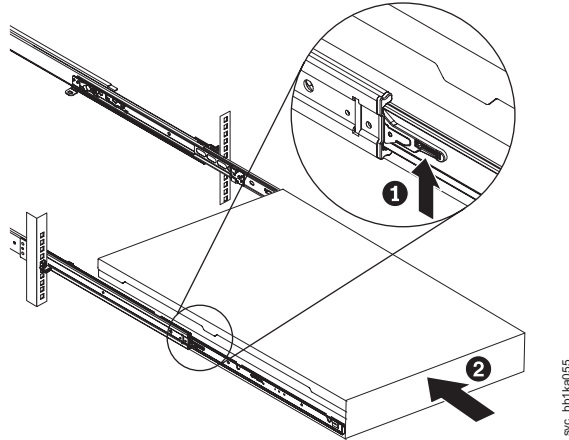

図 88. ラックのスライド・レールの SAN ボリューム・コントローラー 2145-CF8 ロック・レバーを上げる
7. ラック上で完全に伸ばした位置までノードを引き出した場合は、スライド・レール上のロック・レバー (115 ページの図 88 の **1**) を上げて、サーバー **2** を、所定の位置にカチッと音を立てて収まるまで、ラック内に完全に押し込みます。